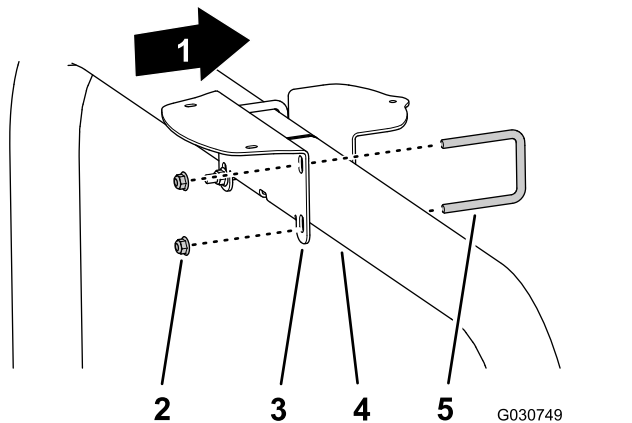

Figura 124
- Se la vostra macchina è configurata con il sistema di navigazione satellitare (GNSS) con sistema WAAS (Wide Area Augmentation System), montate il supporto del ricevitore sul tubo del ROPS (Figura 124) con i 2 bulloni a U e 4 dadi di bloccaggio flangiati ($\frac{3}{8}$ ").